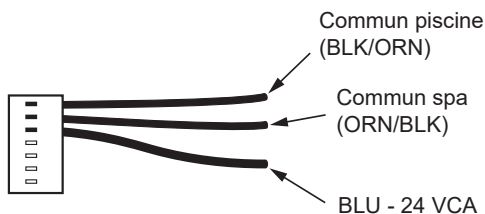

Figure 30. Harnais de câble à 7 broches pour thermostat externe
Les modules numériques P-156 peuvent être raccordés à un thermostat externe. Les modules analogues P-106 ne peuvent commander un thermostat externe. Il est équipé d'un connecteur à 7 broches dont l'un des câbles peut alimenter un interrupteur externe ou l'interrupteur intégré du thermostat externe, voir Figure 30. Il s'agit d'un simple circuit de commande en série qui peut être ouvert ou fermé. Le thermostat externe ne doit pas envoyer de tension à l'appareil, il doit seulement effectuer la fonction de commutation marche/arrêt. Les thermostats externes qui envoient une tension à l'appareil ne sont pas compatibles car cela risque d'endommager la carte électronique de l'appareil.
5. Depuis le harnais de câble à 3 fils pour thermostat externe, connectez le fil BLEU d'un côté de l'interrupteur "REMOTE" et connectez l'autre côté de l'interrupteur au fil ORANGE/NOIR dans le cas d'un SPA ou au fil NOIR/ORANGE pour une piscine, voir **Figure 30**.